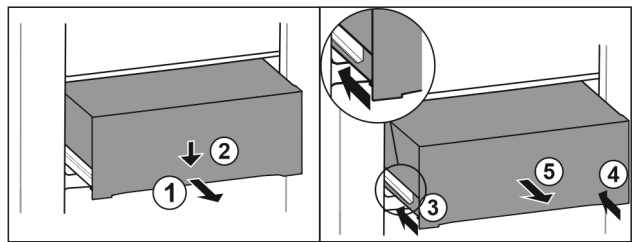

Fig. 99
- Вытяните выдвижной ящик наполовину. Fig. 99 (1)
- Вдавите выдвижной ящик в передней части вниз. Fig. 99 (2)
- Задвиньте левую направляющую прим. на 2 см. Fig. 99 (3)
- Задвиньте правую направляющую прим. на 2 см. Fig. 99 (4)
- Извлеките выдвижной ящик движением вперед. Fig. 99 (5)